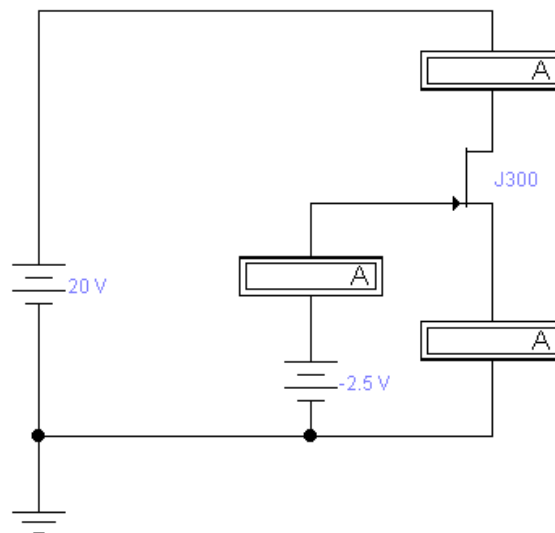

Рис.1. Схема для исследования характеристик ПТ
1. Собрать схему для исследования характеристик n – канальных полевых транзисторов с p – n переходом (рис.1).